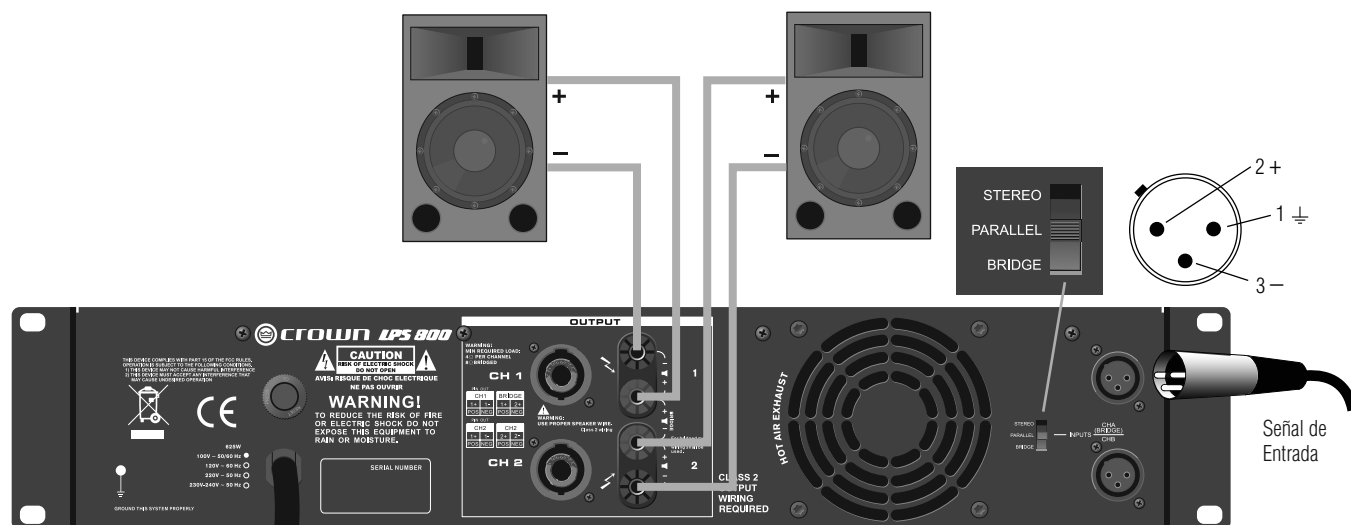

Figura 8. Cableado Análogo con Conectores de Toma Conexión
1. Ver Figura 8. En el panel posterior, colocar el Botón de Salida en Modo ANÁLOGO.